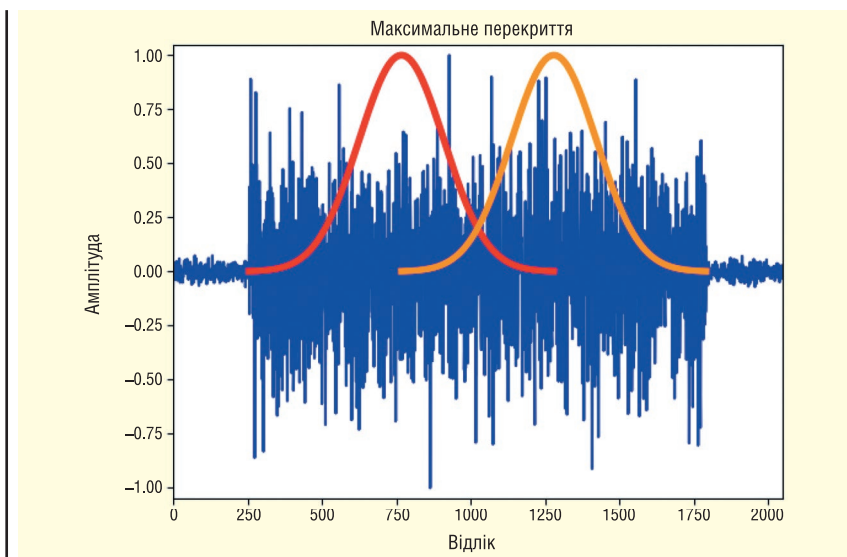

Рис. 9. При максимальному перекритті для того, щоб хоча б одне з вікон містило 1024 відліки, потрібно лише 1535 відліків сигналу, що дискретизується
- випадок 2: 1024-точковий запис часу, 1024-точкове вікно і максимальне перекриття (рис. 9).